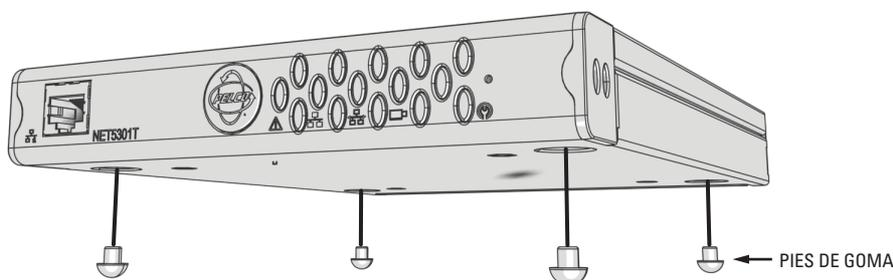

Figura 4. Cómo fijar los pies de goma para instalación en un escritorio
1. Fije los pies de goma en la base de la unidad para evitar daños en las superficies sobre las que se instale (consulte la Figura 4).